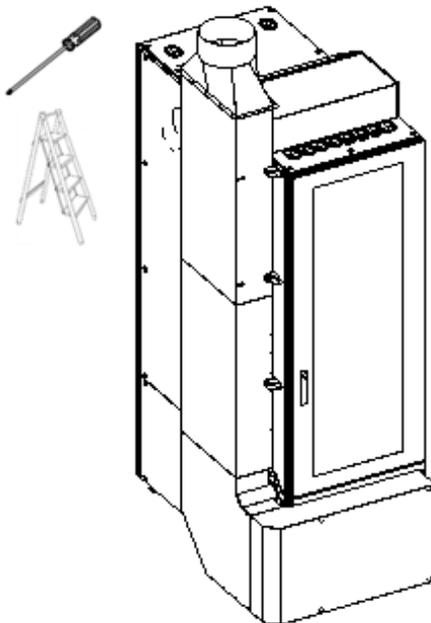

図 2-26 空気ダクトを取り付ける
- 1) 空気ダクトは背面ドアに取り付けます。図 2-26 は左側に取り付けた状態を示していますが、右側に取り付けることもできます。